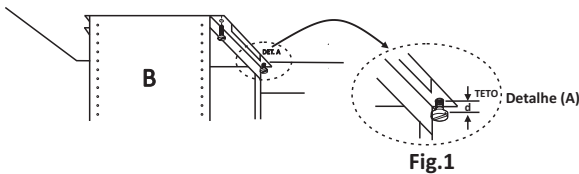

Fig.1
**A -** Para fixação da estrutura da ilha de acordo com o suporte, faça 04 furos no teto colocando parafusos sem apertar completamente ver **Fig.1 Detalhe (A)**.